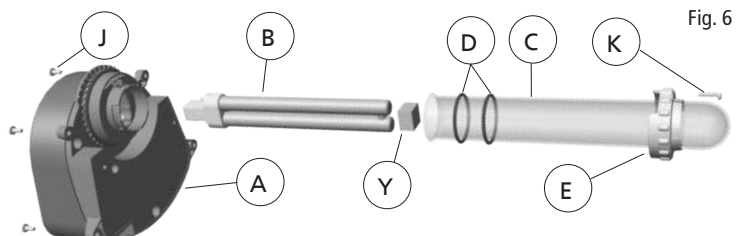

Fig. 6
4. Retire a cabeça UV-C (A) (Fig. 6) do filtro desapertando os 4 parafusos (J) que apertam a cabeça UV-C à tampa do filtro (G). A cabeça UV-C está equipada com parafusos Anti-Perda. Não necessita de retirar completamente os parafusos. Desaperte-os apenas até a Cabeça UV-C estar desengatada.